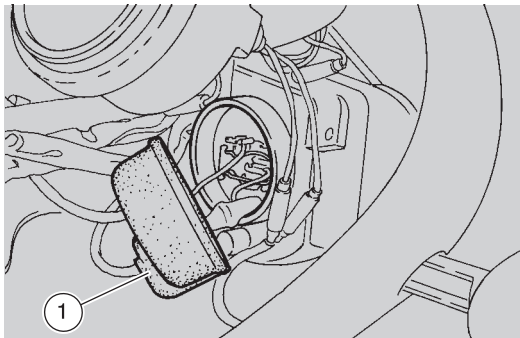

Abb. 57
- Gummischutzkappe abziehen (1-Abb. 57);